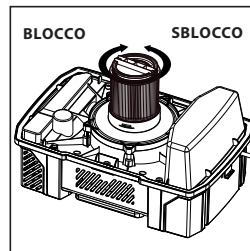

FIG. 3
- Posizionare il ferma filtro sul lato superiore della cartuccia, tenere la testa motrice con una mano, girare la manopola sul ferma filtro in senso orario per stringere, bloccando il filtro in posizione. (Fig. 3)